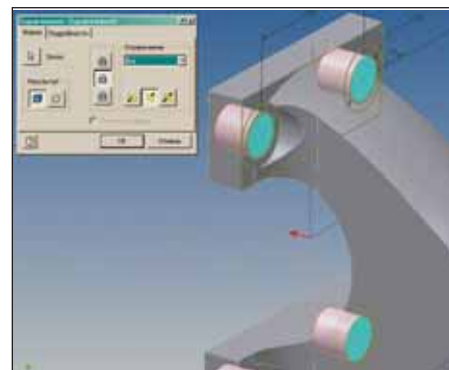

Рис. 37
51. Указать контуры, как изображено на рис. 37, в списке *Ограничение* выбрать *Все*, нажать кнопку *Вычитание*  и кнопку , а затем *OK* (рис. 37 и 38).